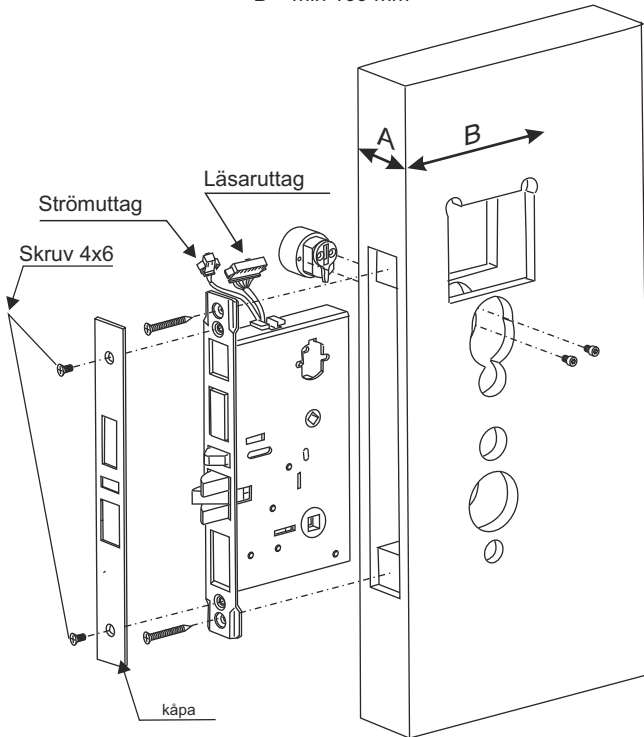

Bild 2
2. Montera låset enligt bild 2.